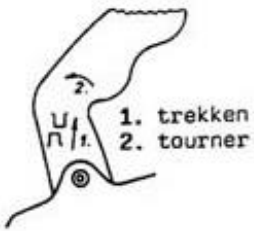

Fig. 4 "Aankoppelen" (Afkoppelen)
5.5 Koppelingsgreep omhoogtrekken, naar voren kantelen totdat hij geblokkeerd wordt en de koppeling van de kogel aftillen (zie afbeelding 4).